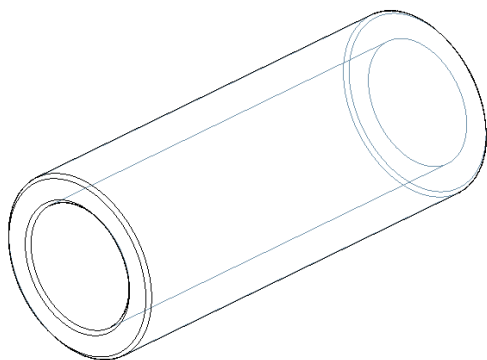

Abbildung 13: Montagehilfe für Gegenringe
- 7) Montagehilfen siehe Abbildung 13 und 14 mit SK-Schraube M10x20